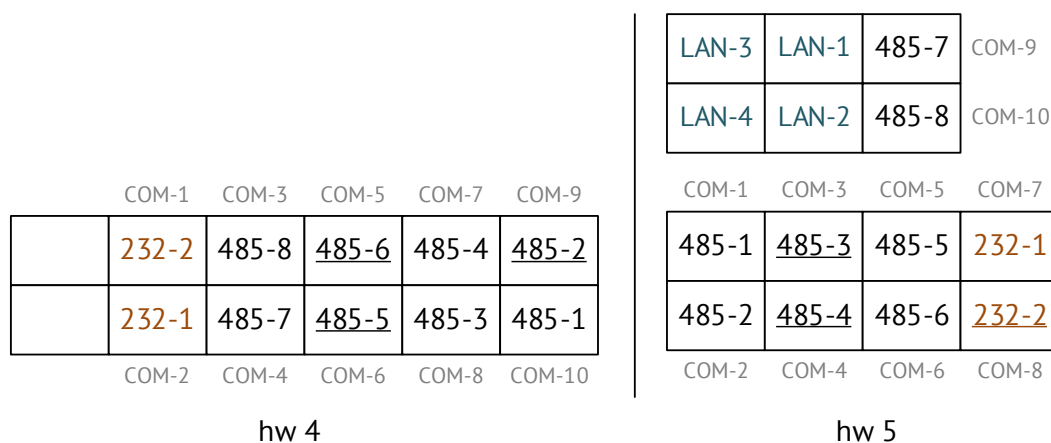

Рисунок 2.2. Соответствие текущего обозначения последовательных интерфейсов ЭНКС-3м и предыдущего
2.3.3 На рис. 2.2. приведены предыдущие схемы обозначений последовательных интерфейсов вида RS-485-1...-8 для ЭНКС-3м. Подчеркнуты интерфейсы с возможностью работы на скоростях 100...115200 бод.